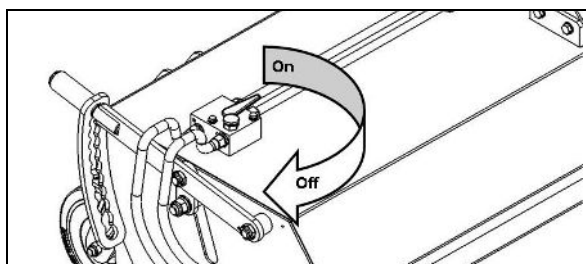
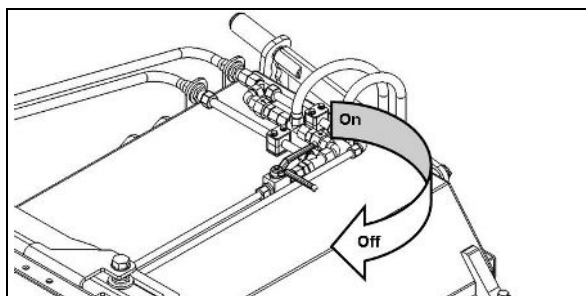

Fig. 4.10
Fig. 4.11
- Åben spærreventilen til hydraulikmotoren på sidebørsterne (fig. 4.10), samt hydraulikcylindren på opsamlerkassen (fig. 4.11).